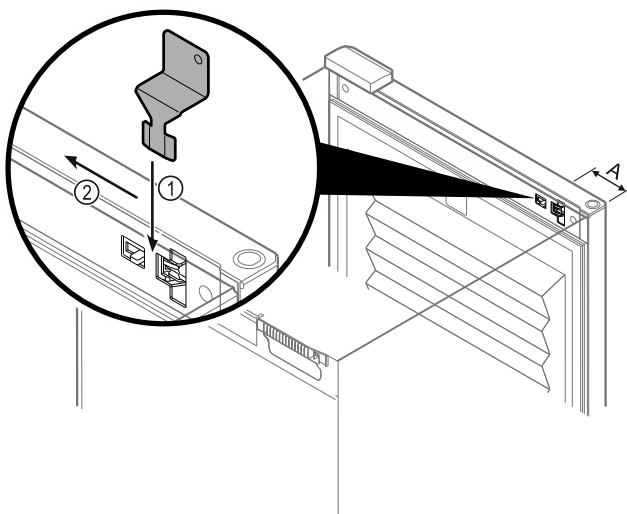

Fig. 190
- ▶ Notentriegelungsschlüssel an vorgegebener Stelle positionieren *Fig. 190 (A)* ≈ 100 mm (3 15/16 in).
- ▶ Notentriegelungsschlüssel *Fig. 190 (1)* zwischen Tür und Gerätekorpus von oben bis zum Anschlag einstecken.
- ▶ Notentriegelungsschlüssel in Richtung Scharnier ziehen. *Fig. 190 (2)*